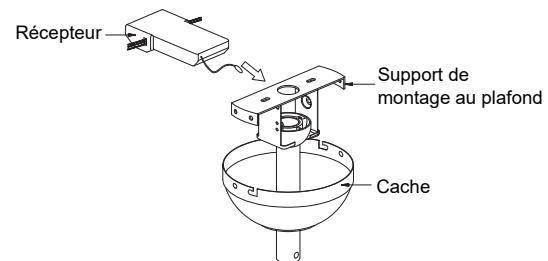

Fig. 12
**REMARQUE :** Veuillez revérifier que les commutateurs de l'émetteur et du récepteur sont réglés sur la même position. Toute combinaison de réglages fera fonctionner le ventilateur tant que l'émetteur et le récepteur sont réglés sur la même position (**Fig 12**).
**Étape 1.** Insérez le récepteur dans le support de montage au plafond avec le côté plat du récepteur face au plafond (**Fig. 12**). Pour optimiser la performance, assurez-vous que l'antenne noire à l'extrémité du récepteur reste étendue et qu'elle n'est pas emmêlée avec les fils électriques.